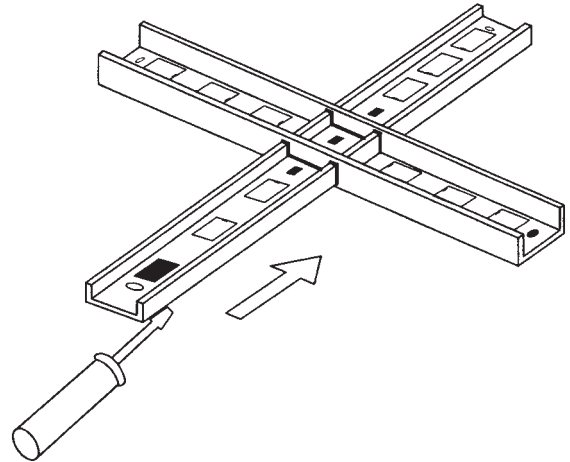

Abbildung 2
8. Schieben Sie anschließend die kleinere Schiene durch den Schlitz in der größeren Befestigungsschiene (Abb. 2). Befestigen Sie mittels der beiliegenden 1/4 x 20-Schraube die FM2-Halterung an den Schienen (durch das Mittelloch in den beiden Schienen). **ACHTEN SIE BEIM UMGANG MIT DEN BEFESTIGUNGSSCHIENEN AUF SCHARFE KANTEN.**
9. Mittels Sicherungszapfen wird die Halterung zwischen der Maske fixiert. Biegen Sie den entsprechenden Zapfen mit einem Schraubendreher um (Abb. 2).